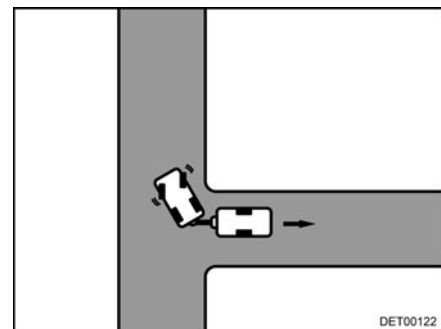

Fig. 14 Girar el volante hacia la derecha
- Girar el volante hacia la derecha y desplazarse hacia atrás con precaución (Fig. 14).